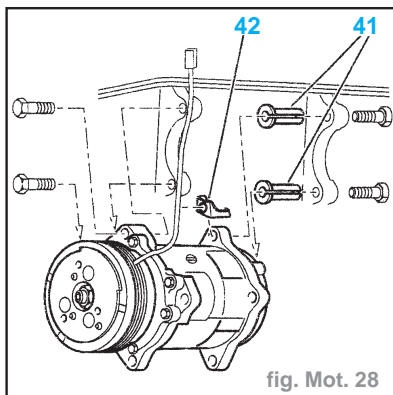

fig. Mot. 28
- Vérifier la présence des deux entretoises (41) (fig. Mot. 28).